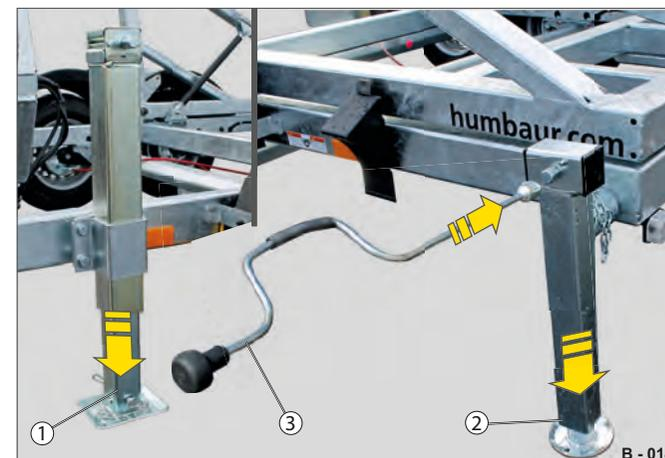

Fig. 9 Stabilisation de la remorque
► Emboîtez la manivelle (Fig. 9 /3) sur l'accroche carrée de la béquille (Fig. 9 /1 et Fig. 9 /2) ou utilisez la manivelle directement sur la béquille.